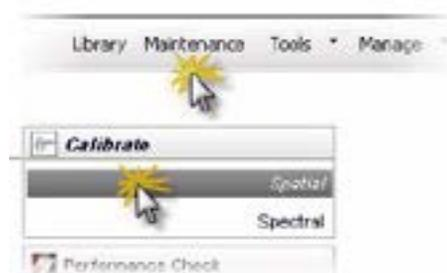

Figura 23. Acceso a la Calibración Espacial.
7.11.1 Desde la pantalla principal, seleccione "**Maintenance**", luego seleccione "**Spatial Calibration**" (ver figura 23).